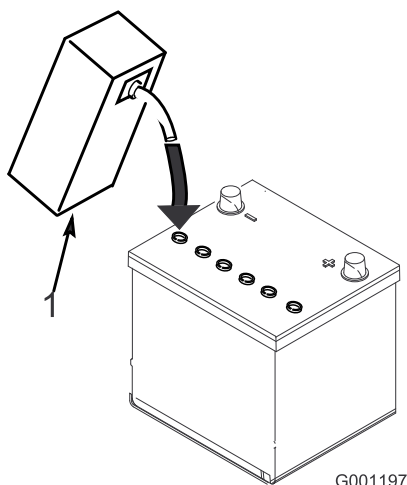

図 5
5. 各セルの電極板が液面下6mm程度に水没するまで、電解液を慎重に入れる 図 5。